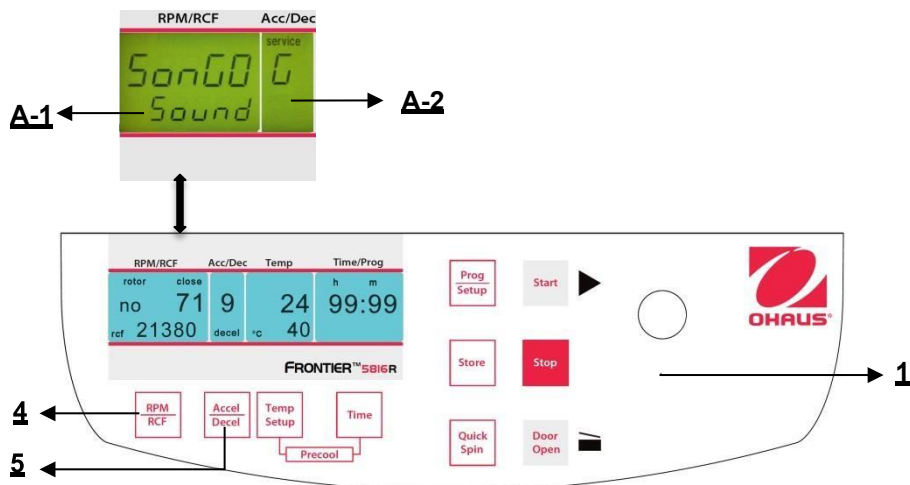

Figura 37
Procedere come descritto al punto 4.1. per inserire questa modalità programma e poi premere il tasto **"Accel/Decel"** (5). Sul display **"Acc/Dec"** (A-2) lampeggia la parola **"Service"**. Selezionare adesso la lettera **"G"** con la manopola di regolazione (1). Di conseguenza, sul display **"RPM | RCF"** (A-1), appare la parola **"SonGo/Sound"**. Dopo aver premuto il tasto **"RPM | RCF"** (4), è possibile selezionare una suoneria con la manopola di regolazione (1). (Vedere figura 37)